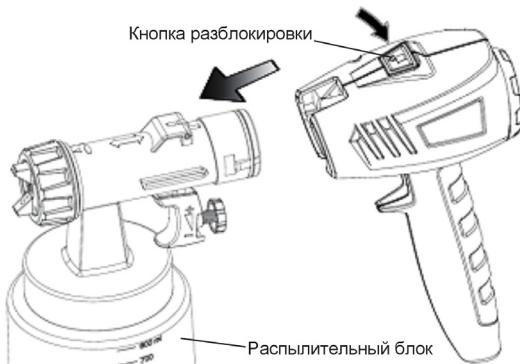

Рис. 11
5. Нажмите на кнопку разблокировки, отсоедините распылительный блок краскопульта (Рис. 11) и очистите от краски.